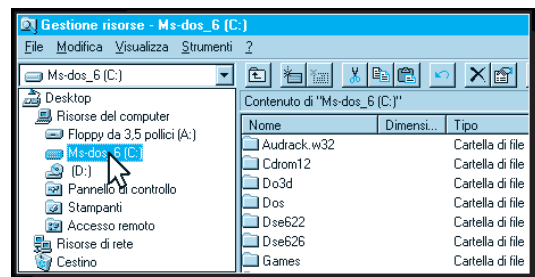
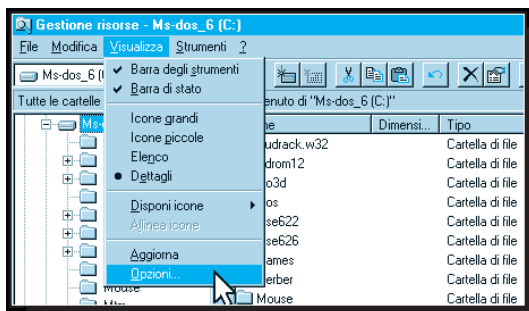

Fig. 3
Fig. 4
– A sinistra della finestra che appare selezionate l'unità **Ms-dos_6 (C)** (vedi fig.3), quindi attivate il menu a tendina di **Visualizza** e cliccate su **Opzioni** (vedi fig.4).